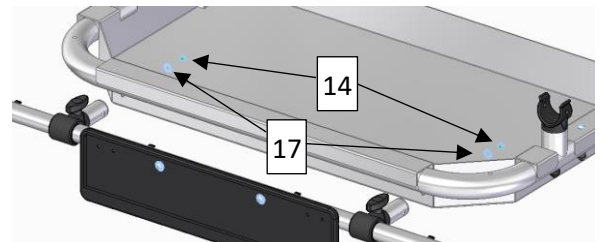

Abbildung 12
Montieren Sie die Verbindungsrohre (2) vor der Montage an der Wanne an der Beleuchtungsleiste (1). Führen Sie die Gewinde der Verbindungsrohre (2) durch die Bohrungen in der Einlegewanne und sichern Sie sie von der anderen Seite mit einer Unterlegscheibe (17) und einer Sechskantmutter (14) (6Nm – siehe Abb. 12).